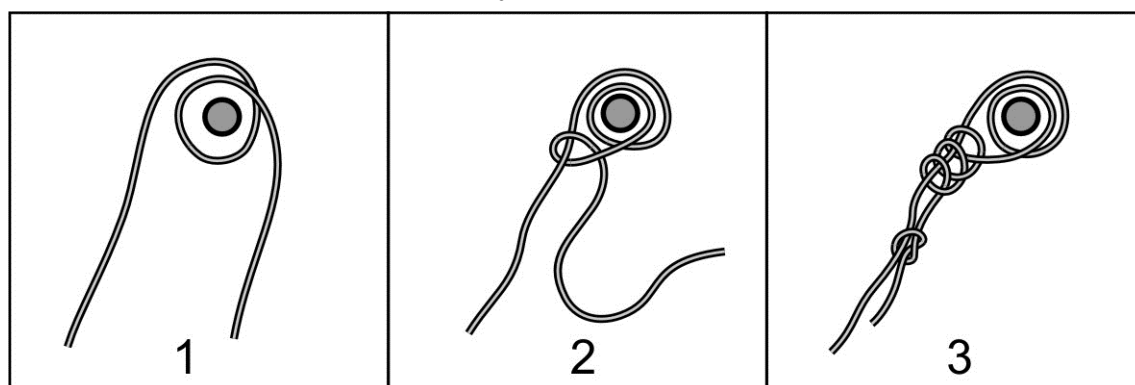

Рисунок 19
29.2.4. Узел «штык со шлагом» (рисунок 19).